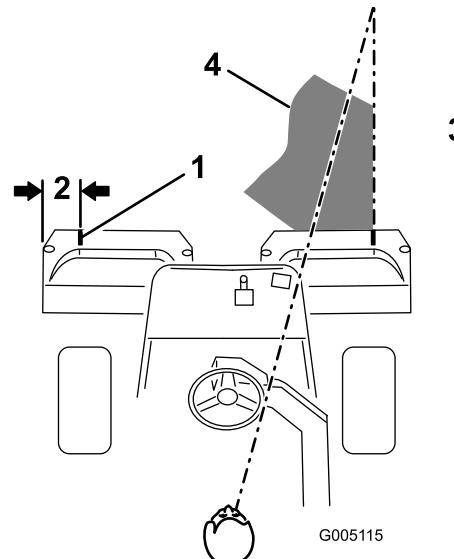
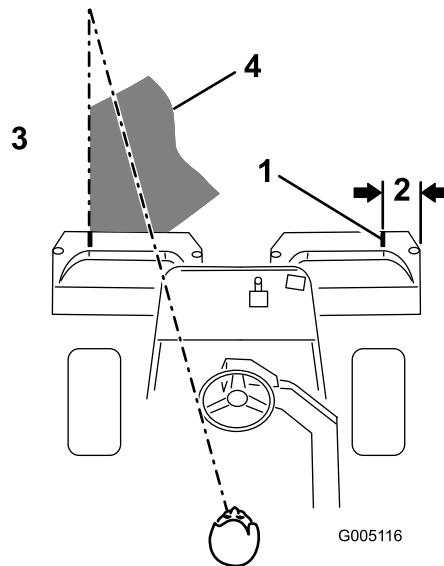

Bild 30
Bild 31
- Bringen Sie einen Streifen weißen Isolierbands an jedem Korb an, oder zeichnen Sie eine Linie. Das Isolierband bzw. die Linie sollte parallel mit der äußeren Kante jedes Korbs verlaufen (Bild 30).
3. Wenn Sie zurückfahren, sollte der neue Mähgang den Ersten ein klein wenig überlappen. Damit Sie in einer möglichst geraden Linie über die Grünfläche fahren können und einen gleichmäßigen Abstand zum zuvor gemähten Rasenstück einhalten können, sollten Sie sich eine imaginäre Sichtlinie ungefähr 1,8 m bis 3 m vor der Maschine bis zum Rand des noch ungemähten Teils der Grünfläche vorstellen (Bild 30 und Bild 31). Manche Leute finden es auch hilfreich, die äußere Kante des Lenkrads in die Sichtlinie mit einzubeziehen, d. h. Sie halten das Lenkrad in einer Linie mit einem Punkt, der immer im gleichen Abstand von der Vorderseite der Maschine bleibt (Bild 30 und Bild 31).